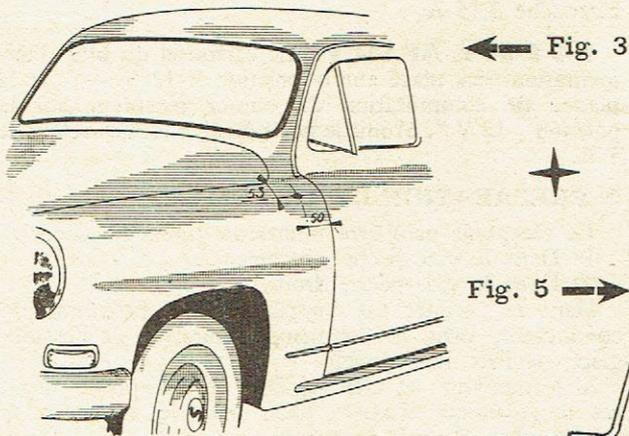
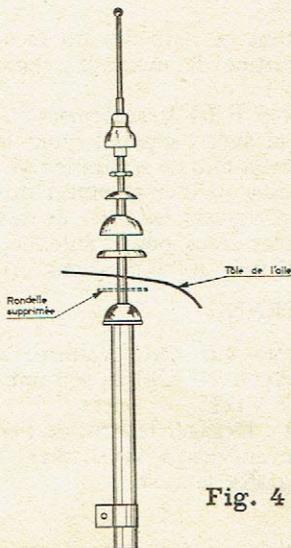

Fig. 3
Fig. 4
b) **Antenne d'aile** : (voir fig. 3). Percer sur le côté gauche à l'emplacement et aux cotes indiquées sur la figure 3, un trou de 4 mm qui sera ensuite agrandi à la demande suivant l'antenne utilisée (voir notice de montage de cette antenne). Eliminer définitivement la rondelle inférieure FR 001 09.0 (voir fig. 4),